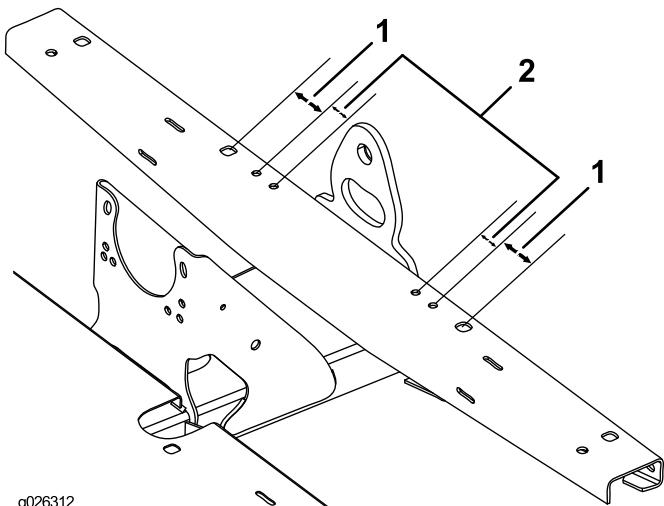

図 8
- 図 8に示す寸法に従って、フレームチャネル上部に直径9mmの穴を4つ開ける。